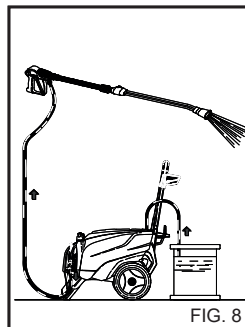

FIG. 8
Nach Benutzung eines Reinigungsmittels muß der Absaugzyklus mit sauberem Wasser nachgespült werden. (fig. 8).
- 1) Nach einem Waschvorgang mit Reinigungsmittel den Absaugzyklus nachspülen; das Absaugrohr (Fig.8) in einen Kanister mit sauberem Wasser stecken und die Pumpe bei völlig geöffnetem Dosierungshahn und bei Lanze in Reinigungsmittel-Abgabeposition eine Minute lang laufen lassen.
- 3) Den Druck aus dem Absaugschlauch ablassen, indem man auf den Hebel der Pistole drückt (Fig. 8).
4) Nach einem Waschvorgang mit Reinigungsmittel den Absaugzyklus nachspülen; das Absaugrohr (fig.8) in einen Kanister mit sauberem Wasser stecken und die Pumpe bei völlig geöffnetem Dosierungshahn und bei Lanze in Reinigungsmittel-Abgabeposition eine Minute lang laufen lassen.